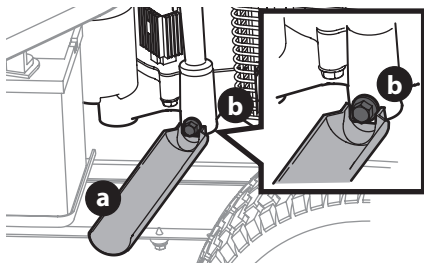
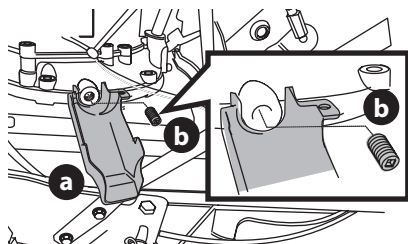

Figure 7
Figure 8
5. Enclenchez la petite extrémité du manchon de vidange d'huile (a) sur l'espace prévu autour du bouchon de vidange d'huile (b). Voir les Figure 7 ou Figure 8 pour les deux manchons de vidange d'huile possibles et se référer à l'image applicable pour votre tondeuse autoportée.